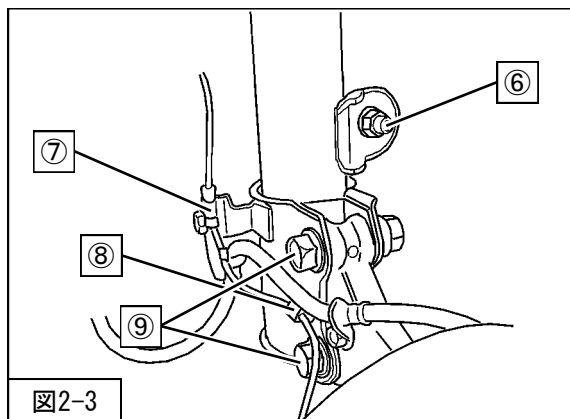

図2-3
を取付けてください。(図2-3)
(図2-3)
を使用して、ブレーキホース・ABSセンサハーネスを取付けてください。(図2-3)
8. ⑧ABSセンサハーネスのクランプをフロントショックアブソーバASSY（同梱品）に取付けてください。(図2-3)